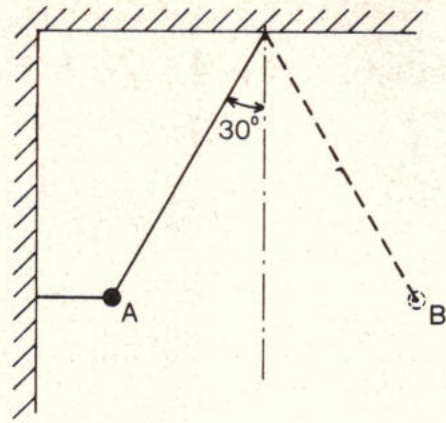

Fig. 2.
2. Een kogel met een massa van 7 kg wordt in punt A op zijn plaats gehouden door twee slappe gewichtsloze koorden (zie fig. 2). Het ophangkoord maakt een hoek van 30° met de getekende verticale as.